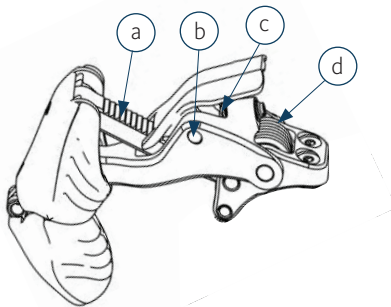

Figure 10 : (a) Dents, (b) Charnière du carénage, (c) Interface du carénage, (d) Ressort
- Le fait de travailler régulièrement avec des dégraissseurs peut éliminer la lubrification des charnières. Si nécessaire, appliquer une huile minérale sans danger sur les charnières (**Figure 10**).